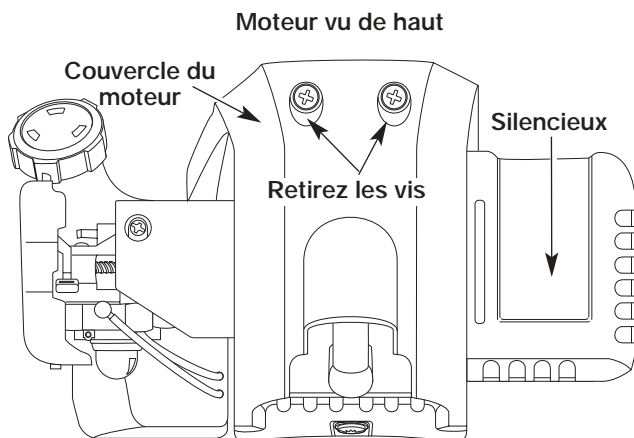

Fig. 39
2. Enlevez les deux vis (2) sur le haut du couvercle du moteur à l'aide d'un tournevis correspondant (Fig. 39).
6. Déposez le couvercle du moteur (Fig. 39).